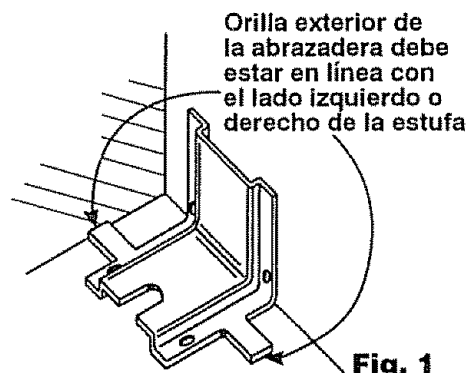

Fig. 1
3. Si el lado de la abrazadera de la estufa es adyacente al gabinete, coloque la abrazadera contra la pared de atrás y el gabinete como se muestra Fig. 1.